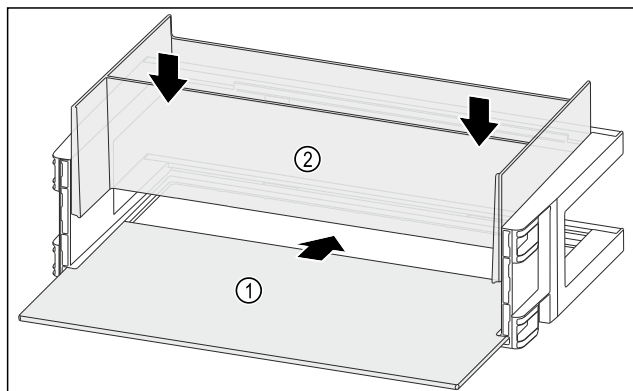

Fig. 145
- Insérer la tablette de rangement Fig. 145 (1) dans les évidements latéraux.
- Installer l'Organizer Fig. 145 (2).